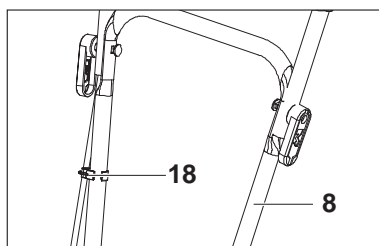

Fig. 3
4. Fixez le cordon dans la pince du cordon [18] (Fig. 3).